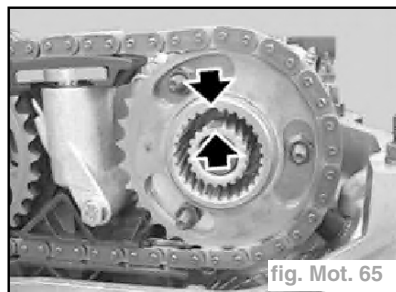

fig. Mot. 65
- Remettre en place l'ensemble. (fig. Mot. 65)